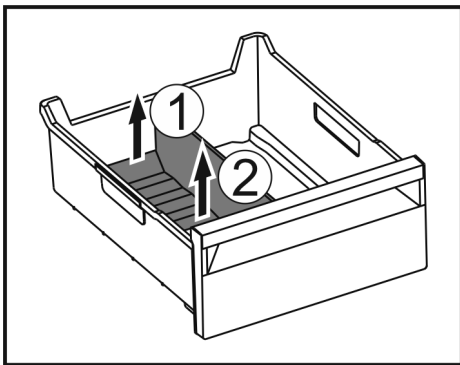

Fig. 61
- Achterste deel van de ijsvak-scheider optillen. Fig. 61 (1)
- Ijsvak-scheider er naar boven toe uitnemen. Fig. 61 (2)